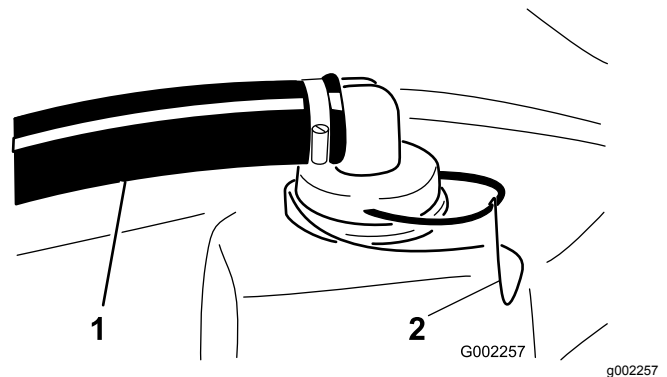

Figure 41
2. Au sommet de la cuve du pulvérisateur, retirez le dispositif de fixation qui maintient le raccord de flexible sur le grand flexible et le logement de la crépine (Figure 41).
3. Retirez le flexible et le raccord du logement de la crépine (Figure 41).